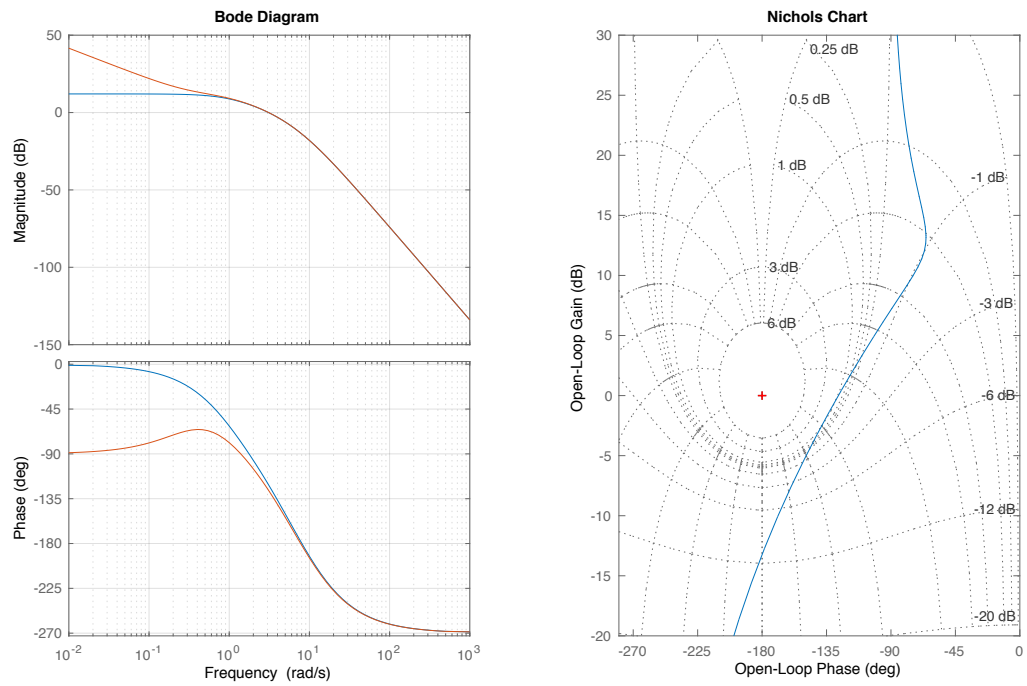

Figura 2. Questão 4
4) (Peso 2). Seja a compensação mostrada na Figura 2.